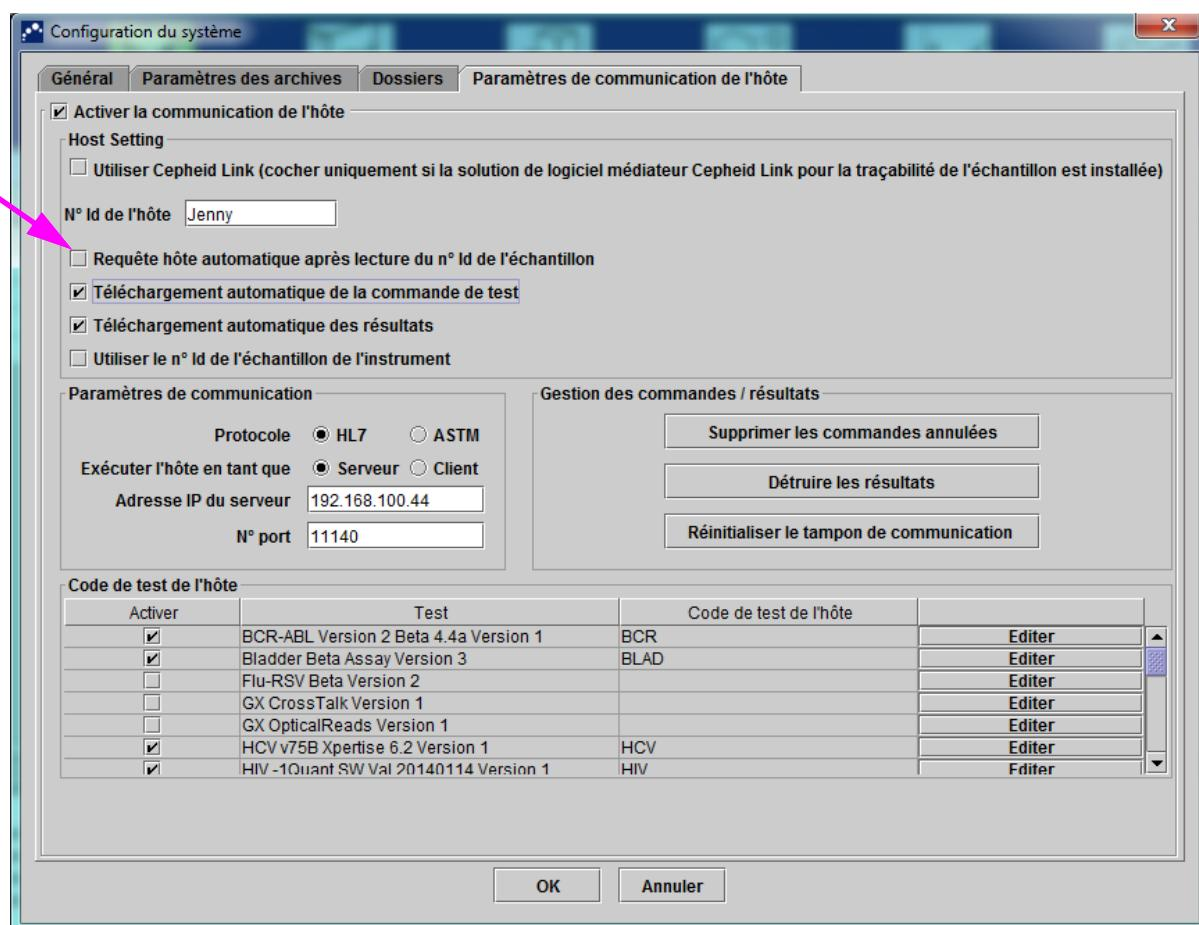

Figure 5-95. Sélection de la requête hôte
1. Dans l'onglet **Paramètres de communication de l'hôte** de la boîte de dialogue Configuration du système, cliquez sur la case **Requête hôte automatique du n° Id de l'échantillon apr ès lecture de l'échantillon** pour sélectionner et activer cette fonction. Voir Figure 5-95.